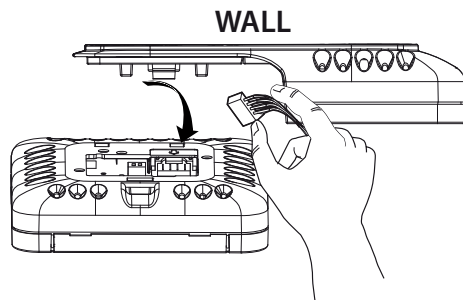

Fig. 7
7. reinserire il connettore a 4 poli (fig. 7);
7. plug the 4-pin connector back in (Fig. 7);